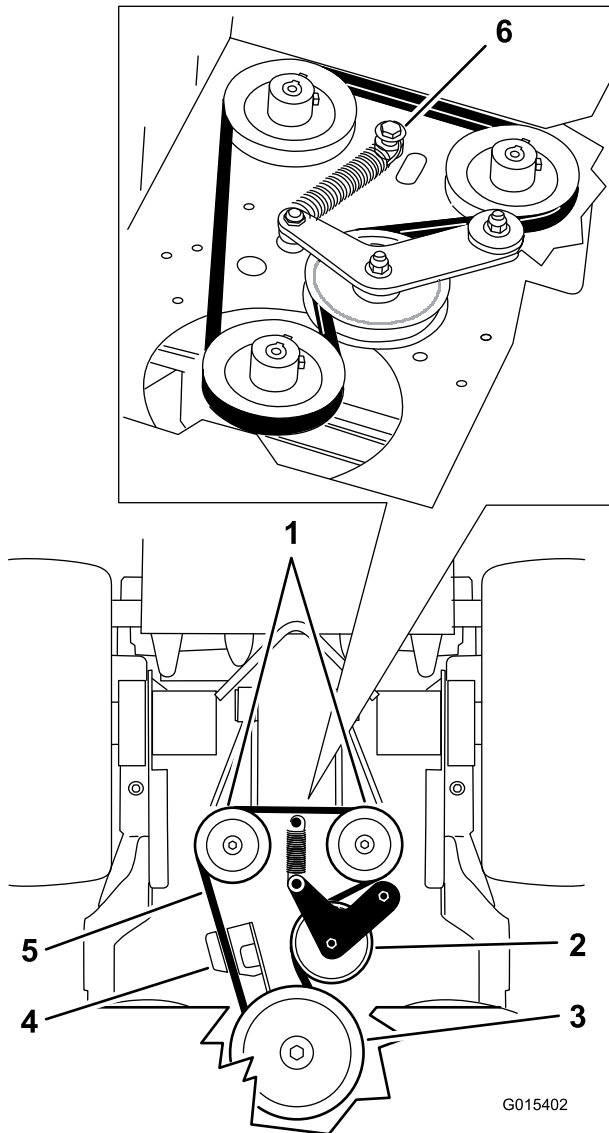

Bild 67
5. Entfernen Sie die Schulterpasssschraube, Mutter und Scheibe, die am Motor und an der Feder angeschlossen sind (Bild 67).
6. Nehmen Sie den Treibriemen der Pumpe ab (Bild 67).
8. Montieren Sie die Feder auf die Schulterpasssschraube und Scheibe und befestigen Sie sie mit der Mutter am Motor (Bild 67).